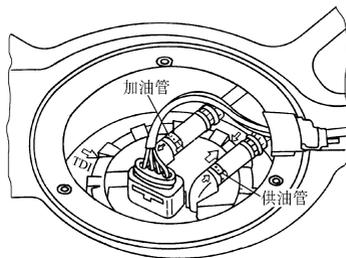

图1-18 拔下供油管、加油管
6) 如图1-18所示,在供油管和加油管上做上标记,然后将其拔下。
3) 按事先做好的标记装上供油管和回油管(图 1-18)。